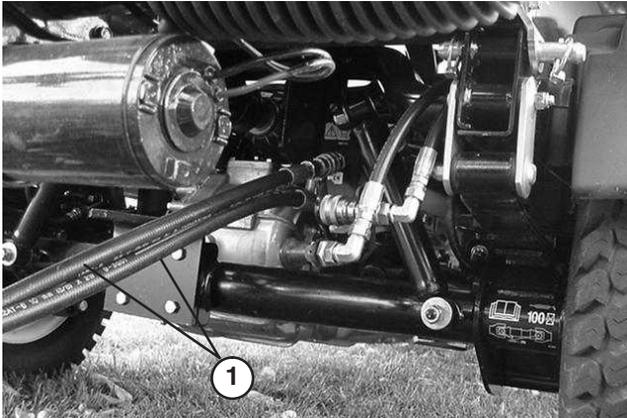

Bild 71
- Schließen Sie am anderen Fahrzeug die beiden Schläuche an der Kupplung an, die sich noch in der Kupplungshalterung befindet. (Schließen Sie den oberen Schlauch an die obere Kupplung an und den unteren Schlauch an die untere Kupplung an (Bild 71). Verschließen Sie nicht verwendete Anschlüsse.